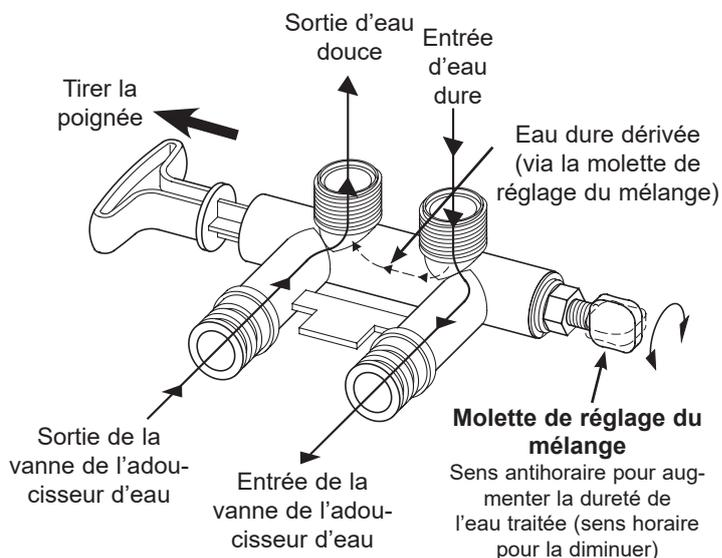

FIG. 48
Le by-pass avec vis de cépage intégrée fonctionne comme une vanne de dérivation du type pousser-tirer, mais il est également capable d'effectuer un réglage fin de la dureté de l'eau adoucie. Si vous souhaitez que l'eau adoucie soit légèrement plus dure qu'elle ne l'est normalement à la sortie de l'appareil, ce by-pass avec vis de cépage intégrée peut dériver un peu d'eau dure avant qu'elle n'entre dans l'appareil et la mélanger à l'eau adoucie qui en sort. La quantité d'eau dérivée est réglée par une molette de réglage du mélange située à l'extrémité de la tige du by-pass (voir la figure 48).
1. Lorsque le by-pass est en position de service (fonctionnement normal de l'adoucisseur d'eau), la poignée tirée à fond (voir la figure 48), **augmentez la dureté** de l'eau traitée en faisant tourner la molette de réglage du mélange **en sens antihoraire** - maximum 6 tours à partir de la position complètement fermée. Tout en réglant la molette, tenez bien la poignée du by-pass pour éviter que la tige ne tourne.